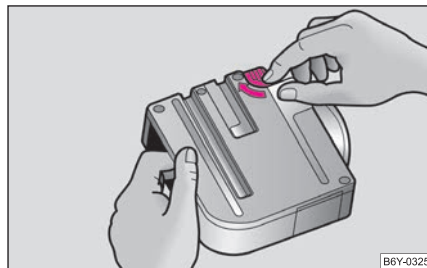

Fig. 101 Sortir les CD
- Faites tourner la manette de libération dans le sens de la flèche ⇒ fig. 101.